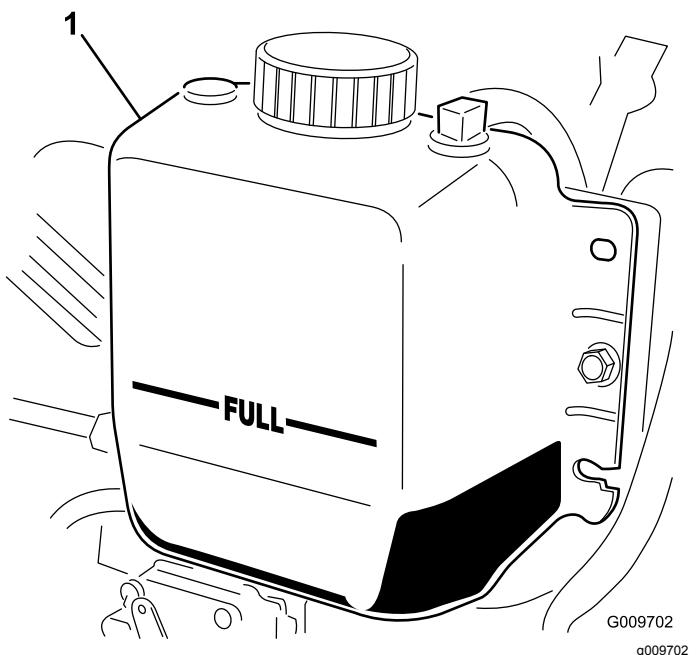

図 89
- ラジエター内部の液量を点検する。ラジエターは補給口の首の部分まで、補助タンクはFULLマークまであれば適正です 図 89。